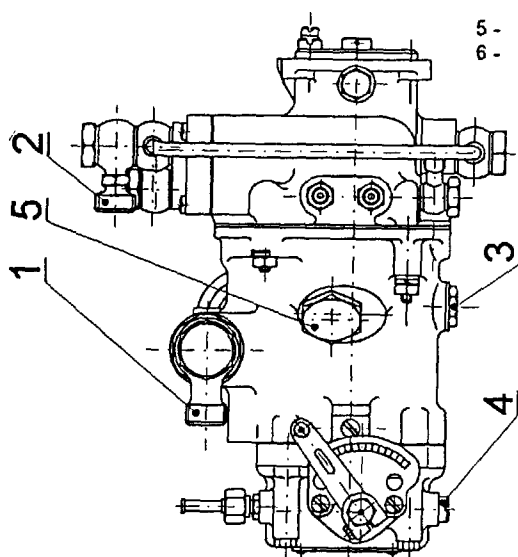

Рис. 10-1
а/ Вывернуть пробку на правой стороне корпуса насоса впрыска (см. Рис. 10-1) и зашприцевать пульверизатором через это отверстие чистое моторное масло (см. РАЗДЕЛ 4), подогретое до $50 \div 70^\circ\text{C}$, на механизм насоса впрыска пока масло не начнет вытекать через боковое отверстие.
а/ Вывернуть пробку на правой стороне корпуса насоса впрыска и сливную пробку в нижней части насоса (см. Рис. 10-1).
б/ Отсоединить трубопроводы подвода топлива и возвратного топлива (см. Рис. 10-1).
г/ Проворачивать коленчатый вал двигателя до появления масла из штуцеров топливных форсунок и штуцера возвратного топлива в верхней части корпуса насоса впрыска (см. Рис. 10-1).
- 1/ Вывернуть пробку на правой стороне корпуса насоса впрыска. (см. Рис. 10-1).
- 5/ Проворачивать вручную коленчатый вал двигателя до появления чистого топлива из штуцеров топливных форсунок и штуцера возвратного топлива в верхней части корпуса насоса впрыска (см. Рис. 10-1).